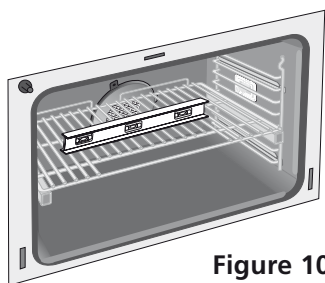

Figure 10
- Vérifiez si l'appareil est à niveau en installant une grille au centre du four et en plaçant un niveau à bulle sur cette dernière (Figure 10).